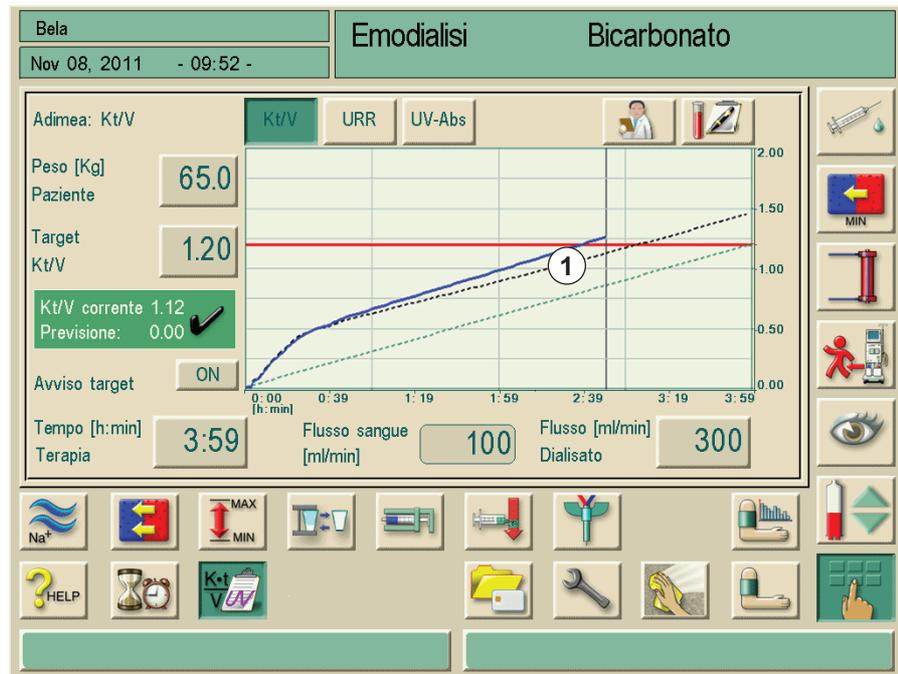

Fig. 11-20 Visualizzazione della linea di progresso nera tratteggiata
1. Toccando una delle terapie mostrate, si apre la videata che mostra la linea di progresso tratteggiata in nero (Fig. 11-20, 1):